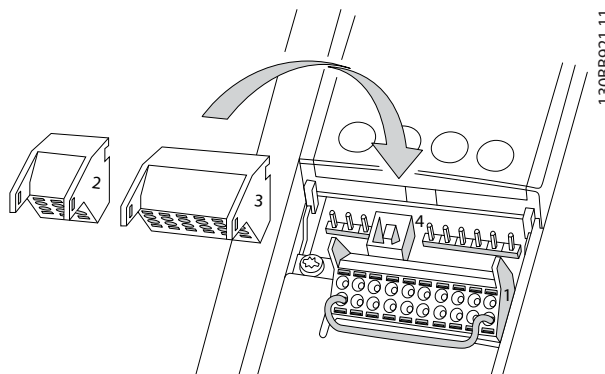
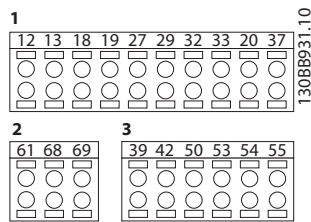

Bild 4.7 Styrplintplatser
Bild 4.8 Plintnummer
- Om frekvensomriktaren är ansluten till en termistor måste termistorns styrkablar vara skärmade och förstärkta/dubbelisolerade. En 24 V DC-försörjning rekommenderas. Se *Bild 4.7*.
Bild 4.7 och Bild 4.8 visar anslutningarna för flyttbara frekvensomriktare. Plintfunktionerna och fabriksinställningarna sammanfattas i *Tabell 4.2* och *Tabell 4.3*.